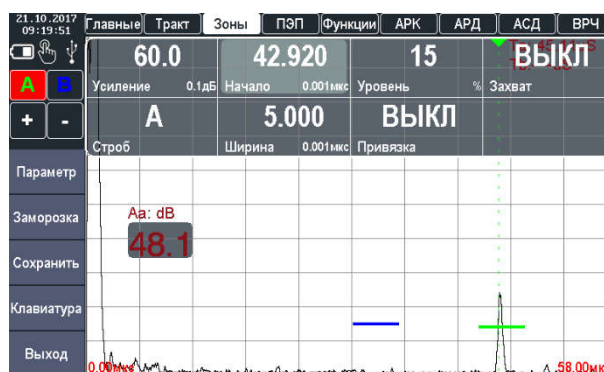

Рисунок 2.59 – Наведения строба на отраженный сигнал
3. Получить отраженный эхо-сигнал от эквивалентного отражателя и подвести к нему строб А (рис. 2.59).